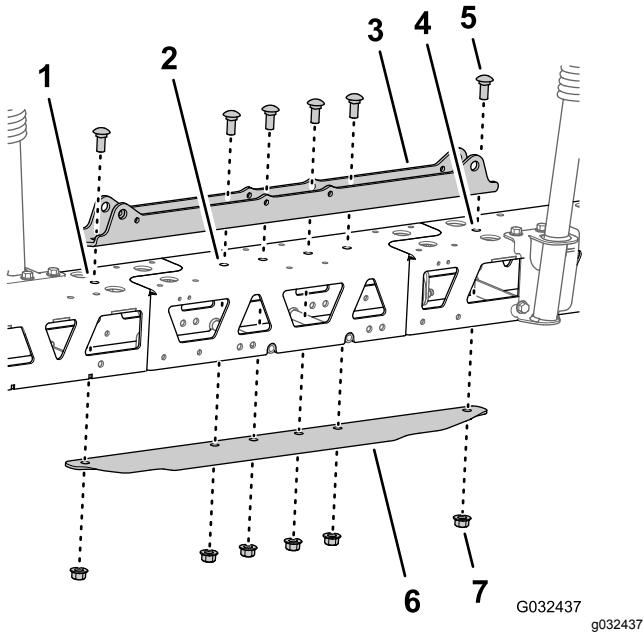

Рисунок 53
- Совместите отверстия в креплении цилиндра с отверстиями на осевой линии ферменной рамы и удлинителе средней секции стрелы (Рисунок 53).
1. Вставьте соединительную пластину в ферменную раму и удлинитель средней секции стрелы и совместите отверстие в соединительной пластине с отверстиями на осевой линии ферменных рам и удлинителя стрелы (Рисунок 53).
2. Зафиксируйте крепление цилиндра, фермы, удлинитель средней секции стрелы и соединительную пластину при помощи двух каретных болтов (1/2 x 1-1/4 дюйма) и двух фланцевых контргаек (1/2 дюйма), снятых при выполнении пункта 2 раздела Разделение ферм средней секции опрыскивателя \(страница 28\), и 4 каретных болтов (1/2 x 1-1/4 дюйма) с 4 фланцевыми контргайками (1/2 дюйма) из доводочного комплекта системы опрыскивания GeoLink (Рисунок 53).